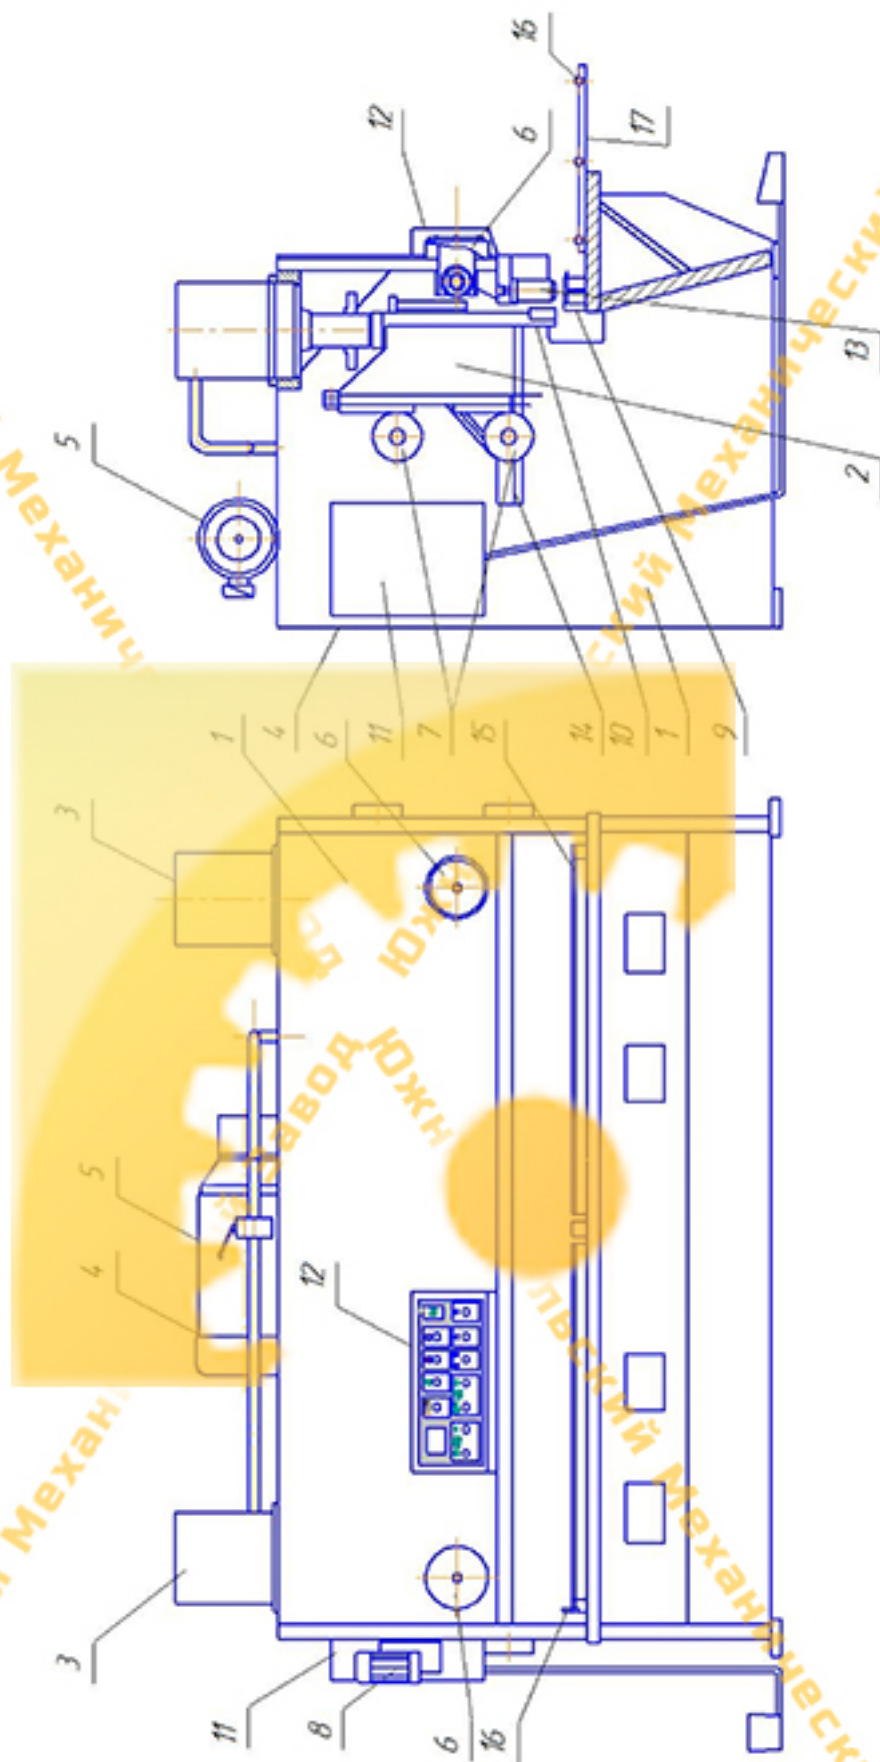

Рис. 2 Общий вид с обозначением составных частей пожницы.
4.1. Общий вид с обозначением составных частей ножниц (рис.2).
5.5. Станина (Рис. 2, поз. 1)
### 5.6. Ножевая балка (Рис. 2, поз. 2)
### 5.7. Левый и правый гидравлический цилиндры (Рис. 2, поз. 3)
### 5.8. Гидравлическая система (Рис. 2, поз. 4)
### 5.9. Прижим (Рис. 2, поз. 13)
**5.10. Регулировка зазора между ножами (Рис. 2, поз. 8).**
**5.11. Электрооборудование. (Рис. 2, поз. 11).**